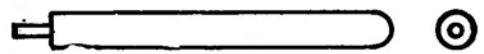

Рис. 17. Пробойник для штифтовки капсюлей.
11. Пробойник для удаления штифтов из капсюлей (рис. 17).